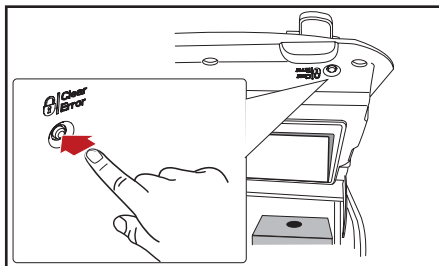

Рис. 5.2 — Блокировка дозатора
1. Откройте дверцу аппарата и нажмите на кнопку LOCK/Clear-Error (Рис. 5.2), чтобы заблокировать интерфейс аппарата во избежание случайного разлития напитков или горячей воды во время очистки.